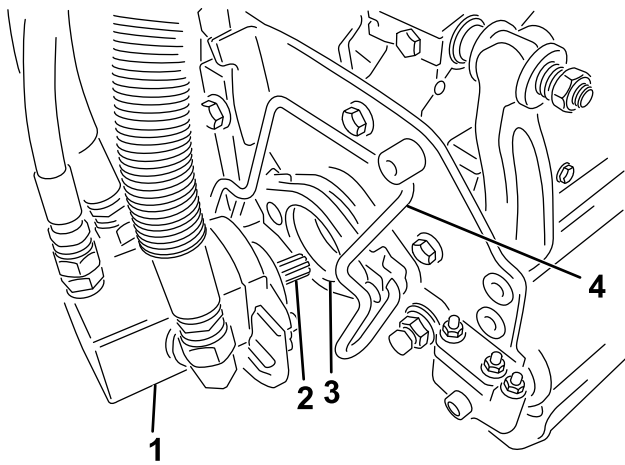

図 50
5. カッティングユニット用モータのスプラインシャフトにきれいなグリスを塗りつける 図 50。
6. モータを、カッティングユニットの左側運転席から見てに取り付け、カッティングユニットについているモータ固定バーを、モータの上から被せるようにセットし、モータの左右から「カチッ」というロック音が聞こえるまで押し下げる 図 50。